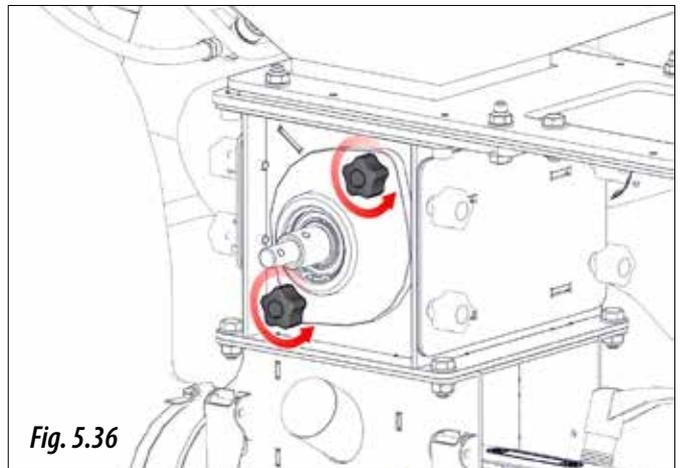

Fig. 5.36
**4.B.2-** Retirer les molettes (figure 5.36).